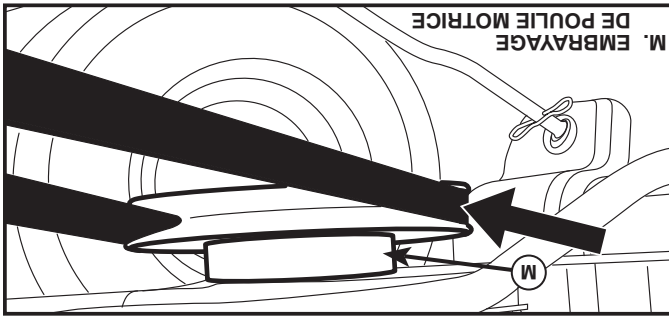

Fig. 15
LIE MOTRICE (M) (Voir la Fig. 15 et 17)
- Désengager la tige de tension de courroie (K) du support verrouillant (L).
- Installer la courroie sur l'embrayage de poulie motrice (M).